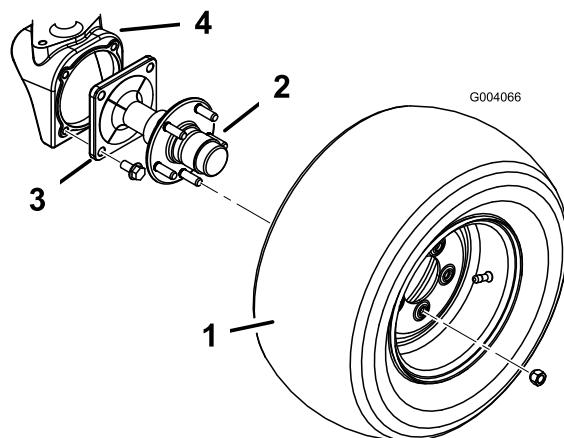

Figure 1
2. Retirez les 5 écrous qui fixent chaque roue arrière au moyeu (Figure 1). Déposez les roues.
3. Retirez les 4 boulons à embase qui fixent chaque fusée au logement de moteur (Figure 1). Déposez les fusées. Le moyeu peut rester en place sur la fusée.